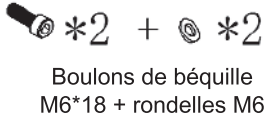

Figure 42.
- Trouvez deux boulons de béquille M6*18 et deux rondelles M6 dans la boîte d'accessoires, comme indiqué à la Figure 42.